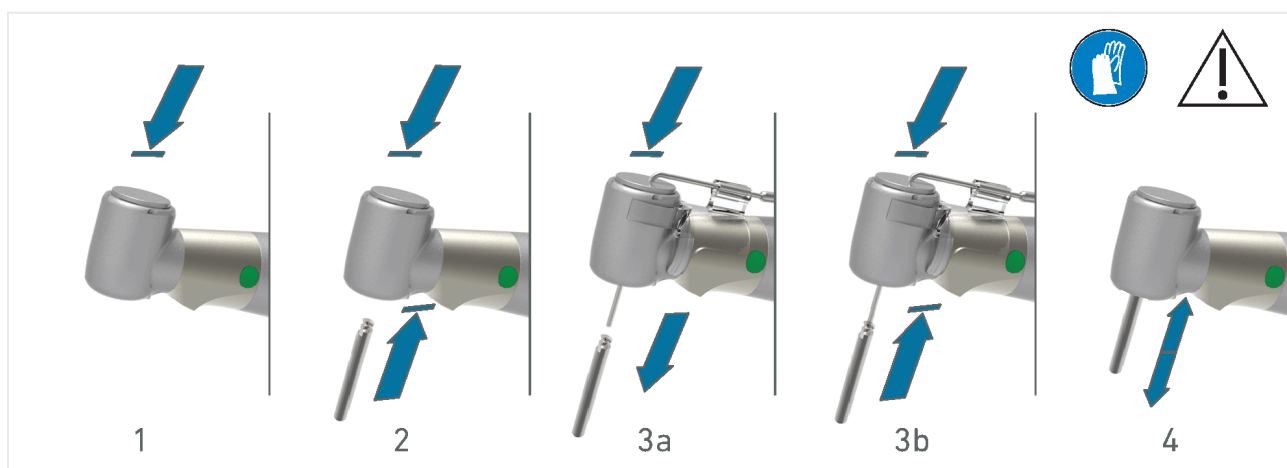

FIG. 3
1. Appuyer sur le bouton-poussoir et tirer simultanément sur l'outil pour le retirer (FIG. 3 étape 1).
2. Appuyer sur le bouton-poussoir, insérer le nouvel outil jusqu'en butée et relâcher le bouton-poussoir (FIG. 3, étape 2).
3. En cas d'utilisation du système d'irrigation Kirschner/Meyer, il est recommandé de laisser le tube de refroidissement en place pour changer l'outil (FIG. 3, étapes 3a et 3b).
Vérifier que la fraise peut facilement tourner et qu'elle reste en place en essayant de l'extraire (FIG. 3, étape 4).
2. Retirer la fraise (FIG. 3 étape 1).